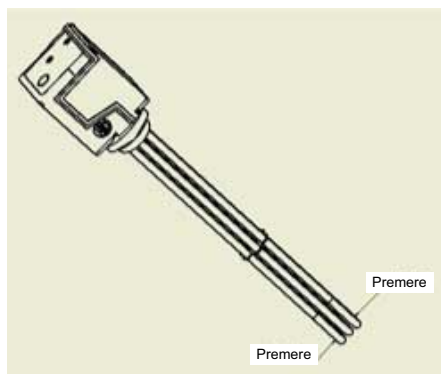

Fig. 1.2: Montaggio della resistenza su tappo filettato (simile a fig. della resistenza su tappo filettato)
- 1) Montare la resistenza su tappo filettato CEHK. Quando si inserisce il riscaldamento attraverso il manicotto, schiacciare leggermente con le mani i tubi di riscaldamento (vedere Fig. 1.2).